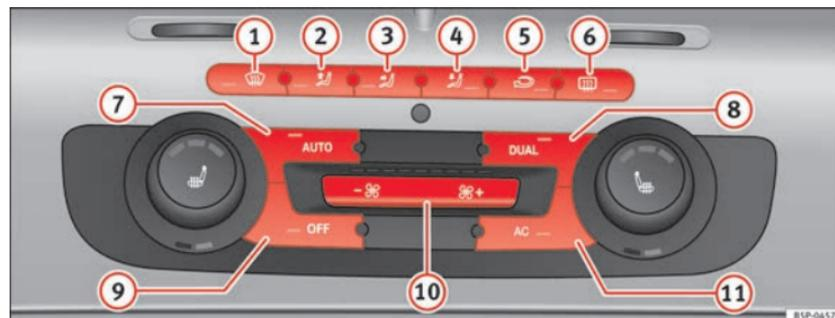

Fig. 132 Mandos del 2C-Climatronic en el tablero de instrumentos
- Gire las rulinas de regulación de temperatura ⇒ **página 171, fig. 132** para ajustar la temperatura del lado izquierdo y derecho respectivamente.
- Pulse la tecla **AUTO** ⇒ página 171, fig. 132. Aparece “AUTO High” en el display de la radio (velocidad de turbina alta).
- Pulse de nuevo la tecla **AUTO** ⇒ página 171, fig. 132. Aparece “AUTO Low” en el display de la radio (velocidad de turbina baja).